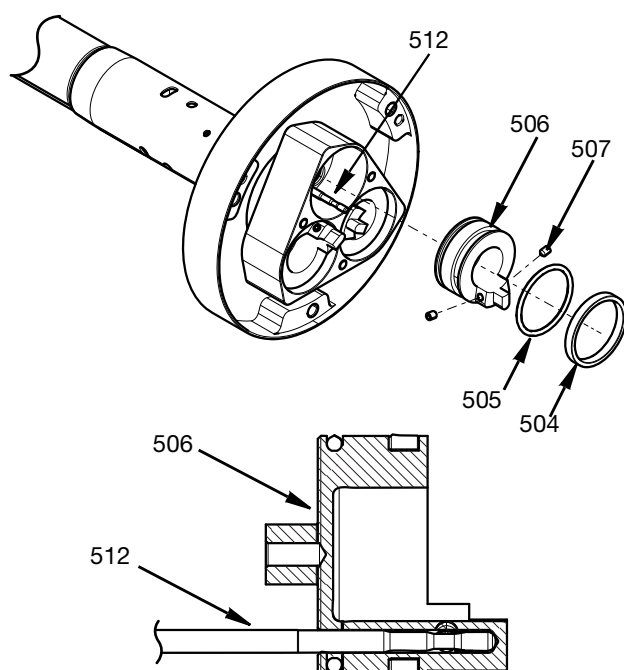

FIG. 31
corte da haste fiquem no fundo do orifício do pistão. Consulte a FIG. 31.
- e. Aplicar o bloqueio de rosca (Loctite™ 242 Blue, ou equivalente) nos dois parafusos M4 (507) e apertar para bloquear o pistão e a válvula de corte da haste juntos. Apertar para 29,2 pol-lbs (3,3 N•m).
- f. Verificar o movimento da válvula de corte da haste e do pistão para que se movam uniformemente sem vinculação. Consulte a FIG. 31.